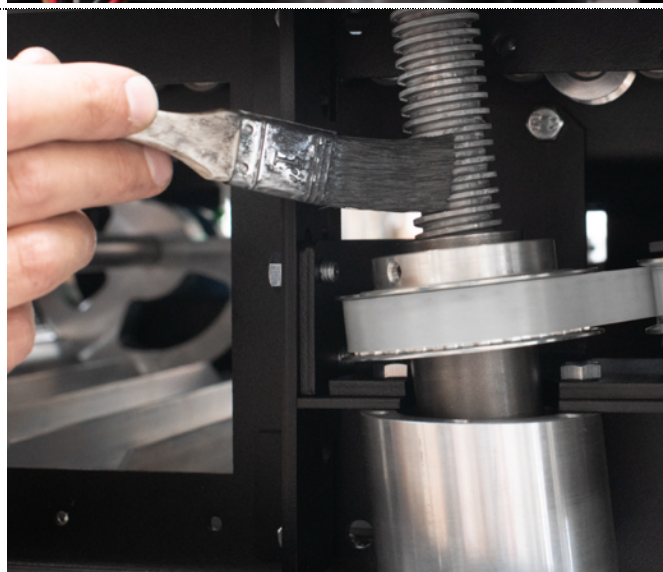

Bild 3 & 4
- e. Zahnriemen der Laufläche mit Pinsel einfetten (Molykote-Fett) (s. Bild 3 & 4, ACHTUNG!)